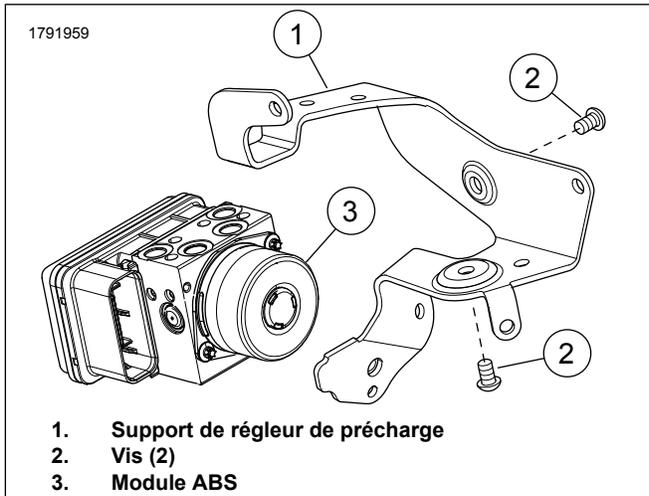

Figure 4. Support AVEC module ABS
- a. Voir la figure 4. Installer un **nouveau** support (1) sur le module ABS.
- b. Poser les vis (2). Serrer.